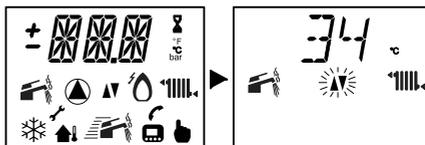

Рисунок 5.46
- Включите электропитание котла: на ЖК-дисплее последовательно отобразятся следующие символы. (см. Рисунок 5.46)